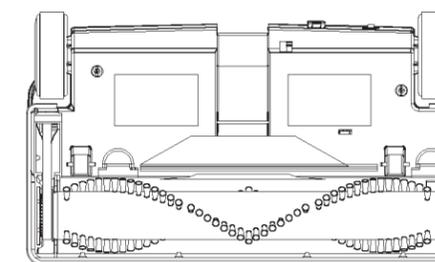

Figure 7
6. Remplacez le capot de la brosse en insérant les languettes placées à l'avant du capot dans les fentes appropriées de la base la brosse électrique (comme montré à la Figure 7) et appuyez vers le bas sur les 3 agrafes jusqu'à ce qu'elles soient verrouillées en place.